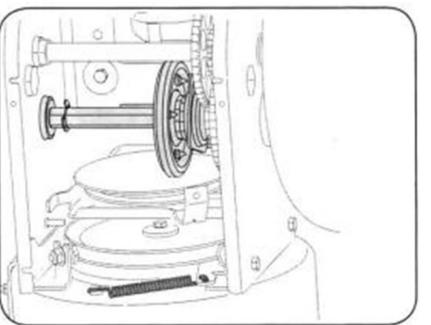

Рисунок 11
2. Нанести тонкий слой всесезонной многоцелевой смазки на шестигранный вал (см. Рисунок 11).